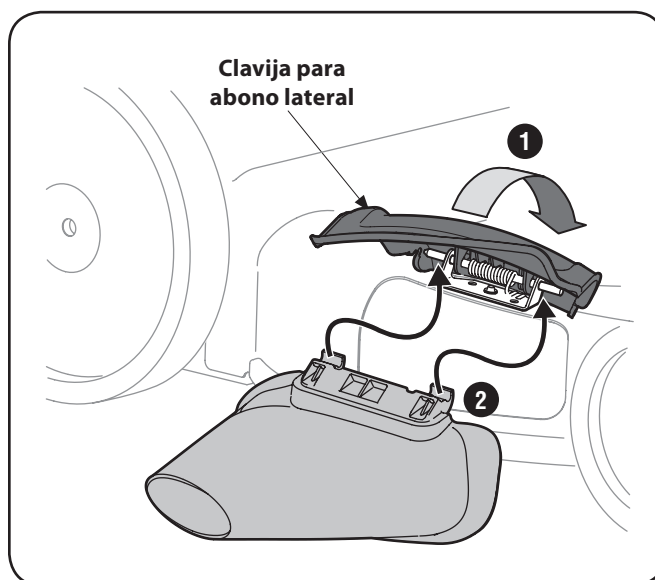

Figura 5-3
1. En el costado de la podadora, levante el adaptador para abono. Vea Figura 5-3.